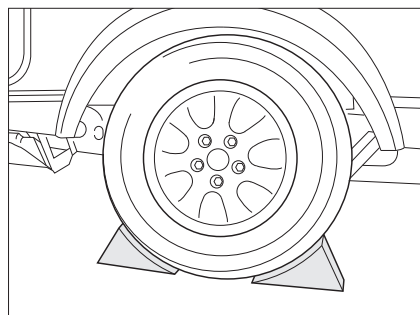

Fig. 183 Bloquer le véhicule
- Placer des sabots de freins ou autres objets similaires contre la roue d'en face pour bloquer le véhicule (Fig. 183).